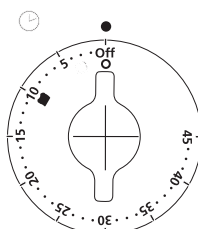

Figura 3
4. **Botão para Controle do Timer** – Possibilita ajustar o tempo de cozimento em até 45 minutos. Apagará o forno automaticamente no final do tempo de preparo (Veja Figura 3).